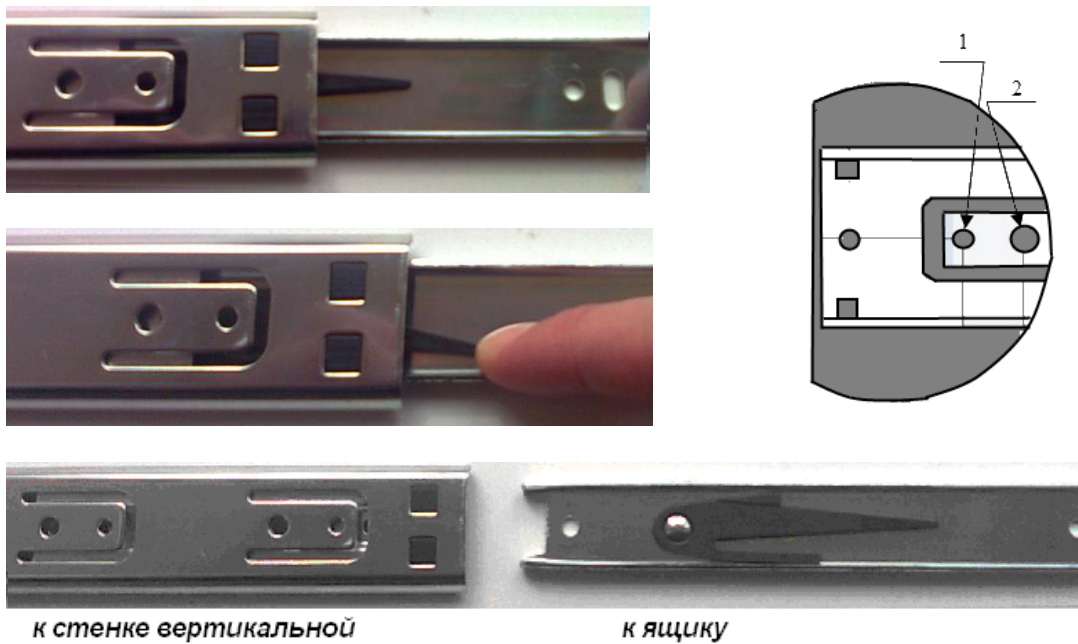

Рис. 2
4. На боковых стенках (73), (74) и перегородке (75) шурупами 3,5x13 закрепить два комплекта направляющих. На одной из сторон перегородки (75) крепление осуществляется в отверстия **1**, на другой стороне – в отверстия **2**. Ответные части направляющих закрепить на боковых стенках ящиков (см. рис.2 и 3).
5. Установить подпятники-гвозди на нижний щит (71).